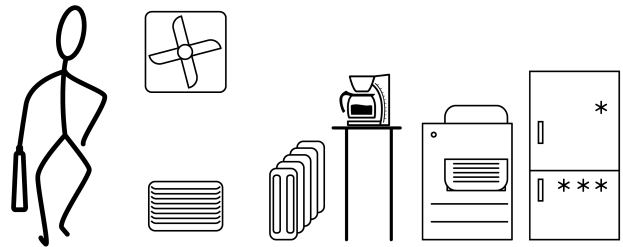

рисунок 6: Тепловые источники в зданиях
- такие тепловые источники, как нагревательные приборы, выпуски вентиляционных каналов или систем кондиционирования, копировальные устройства, принтеры, кофеварки и т. п. (рисунок 6)